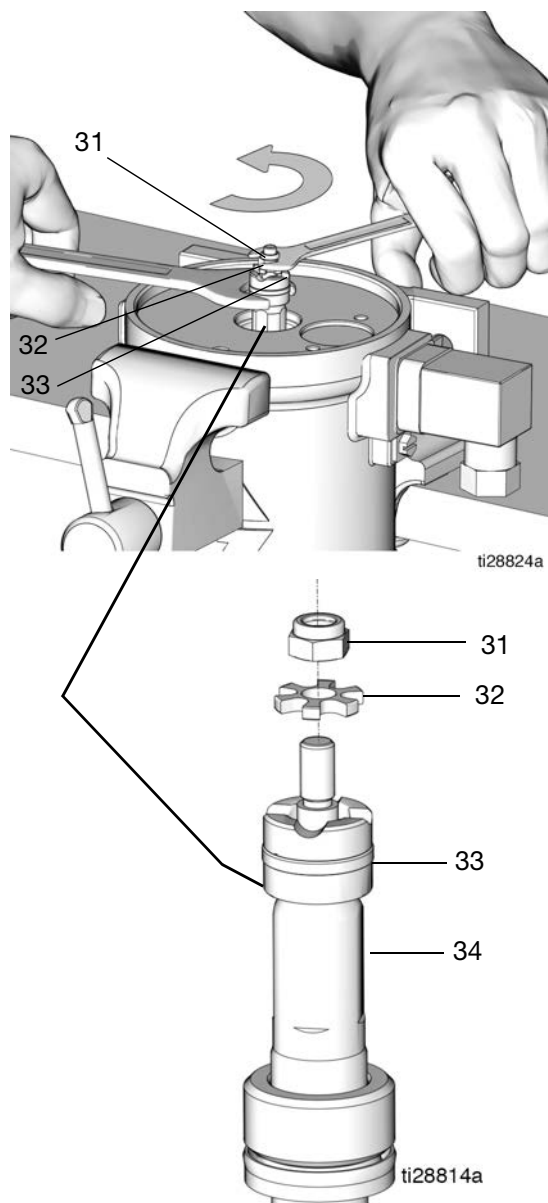

FIG. 18
15. Subconjunto del pistón de la bomba (33)
Fije una llave sobre las partes planas del eje del pistón (34). Utilice una segunda llave para extraer la contratuerca (31) y la arandela de estrella (32) de la parte superior del pistón (FIG. 18). Quite la contratuerca y la arandela de estrella. Conserve estas piezas para volver a armar.